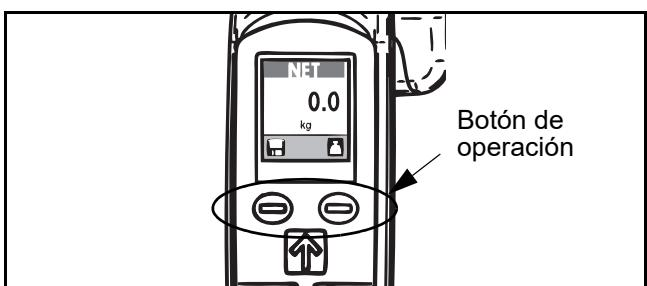

Fig. 69
- 1) En el momento de la puesta en marcha, pulse los dos botones de accionamiento de la báscula al mismo tiempo (véase la Fig. 69).